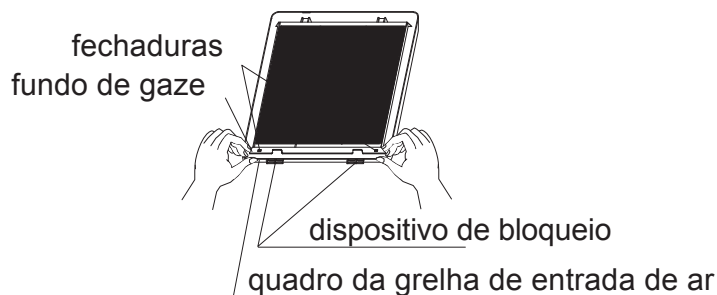

Fig. 3
2. Desmonte a gaze: pressione o quadro exterior da grelha de entrada de ar pelo polegar, e deslize o ângulo de base da gaze pelo dedo indicador e retire-o para fazer com que a gaze desengate as fechaduras e desmonte a gaze (como mostrado na Fig. 3).
1. Montagem da gaze: oposta às maneiras de desmontar a gaze (como mostrado na Fig. 3 acima).